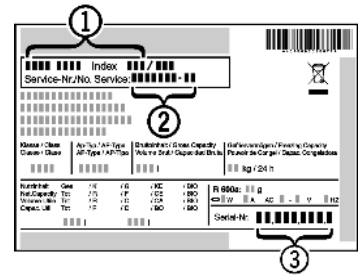

Fig. 33
- ▶ Считать обозначение устройства *Fig. 33 (1)*, сервисный номер *Fig. 33 (2)* и серийный номер *Fig. 33 (3)* с заводской таблички. Заводская табличка находится внутри устройства слева.